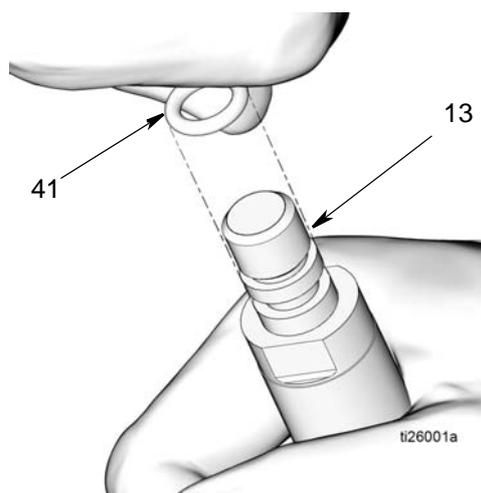

FIG. 20
- c. Rimuovere l'O-ring (41) dall'asta del pistone (13) (FIG. 20).